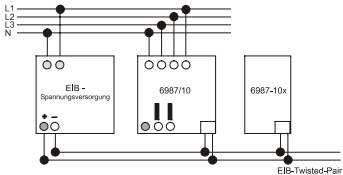
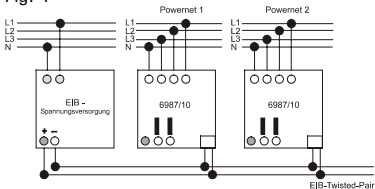

Fig. 1
Fig. 2
1. Bussspannungsversorgung über eine separate EIB-Spannungsversorgung: s. Fig. 1 (Medienkoppler) oder Fig. 2 (Bereichskoppler)